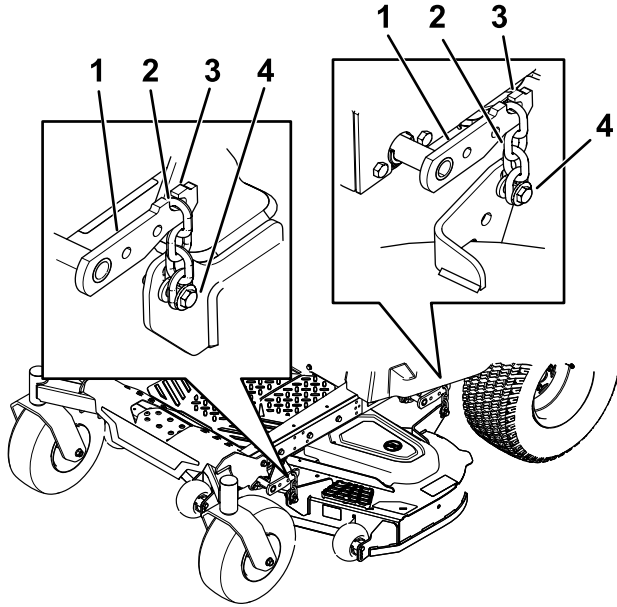

Figura 65
- Afloje los pernos de ajuste en las cuatro esquinas, hasta que la carcasa quede bien asentada sobre los cuatro bloques (Figura 65).
- Asegúrese de que las cuatro cadenas están tensadas (Figura 65).
- Apriete los cuatro pernos de ajuste (Figura 65).